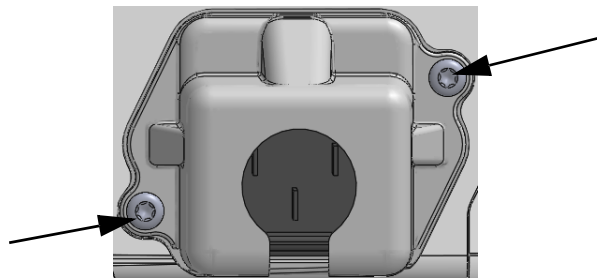

Abbildung 3-5 HemoSphere Multifunktionaler Monitor-Bildschirm-Netzanschlussverkleidung – Schraubenpositionen
- 1 Ist die Netzanschlussverkleidung installiert, die beiden Schrauben entfernen (Abbildung 3-5), mit denen die Netzanschlussverkleidung an der Rückseite des Monitors befestigt ist.